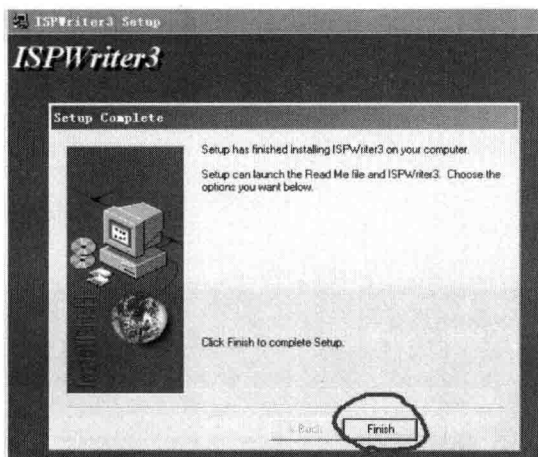

图 1-9
8) 单击“Next”，进行软件安装，然后出现如图 1-9 所示的对话框。